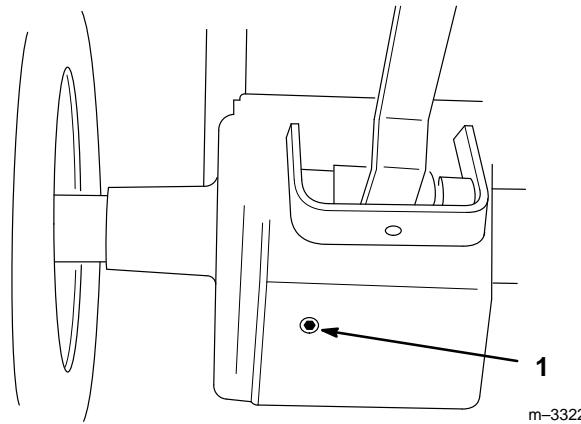

Figure 45
- Placer un récipient sous l'ouverture de vidange de la boîte-pont. Retirer le bouchon de vidange (Fig. 45).